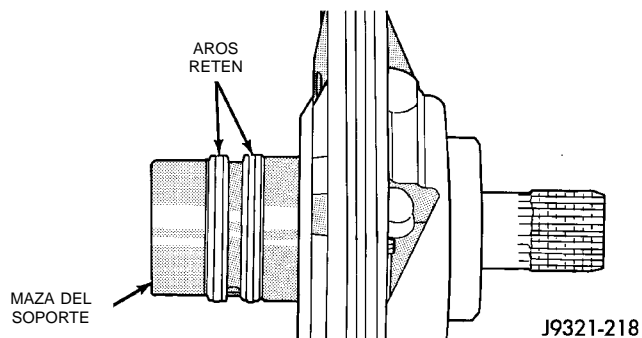

Fig. 160 Localización de los aros retén en la maza
(6) Instale una arandela de empuje nueva en la maza del soporte del eje de reacción. Lubrique la arandela con líquido para transmisiones o vaselina.
(7) Si se reemplazan los aros retén nuevos en la maza del soporte (Fig. 160). Lubrique los aros retén con líquido para transmisiones o vaselina después de la instalación. Apriete cada aro hasta que los extremos estén enganchados en forma segura.